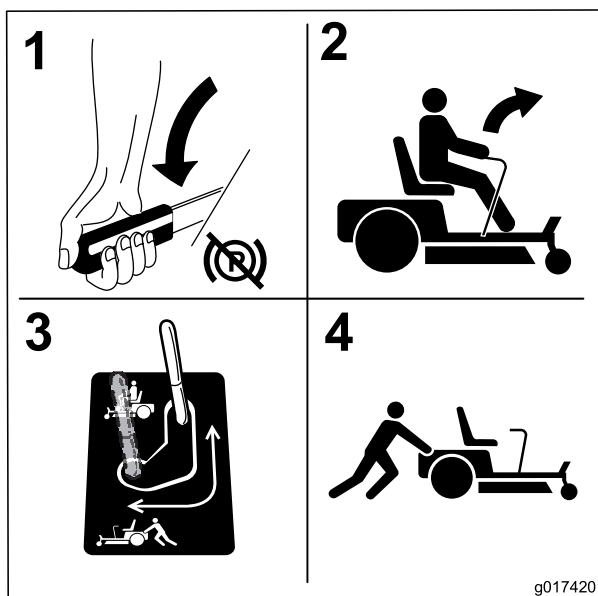

Figura 29
3. Para empujar la máquina, mueva las palancas de desvío hacia atrás y hacia fuera para bloquearlas en esa posición, según se muestra en Figura 29. Repita en cada lado de la máquina.
5. Para conducir la máquina, mueva las palancas de desvío a la posición delantera (Figura 29).